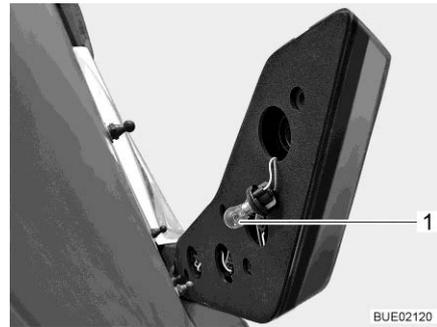

Fig. 164 Feu arrière
- Saisir le côté arrière du boîtier par le trou. Faire tourner la douille (Fig. 164,1) (fermeture à baïonnette) et l'extraire. Le feu stop est illustré comme exemple.